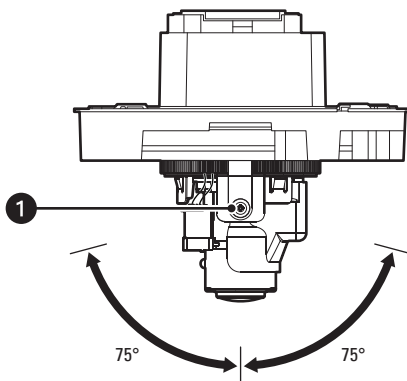

Рис. 36. Регулировка наклона (на рис. модель с дневным/ночным режимом)
3. Поверните планшайбу наклона (диапазон: ± 75 градусов), чтобы отрегулировать наклон камеры (см. рис. 36).